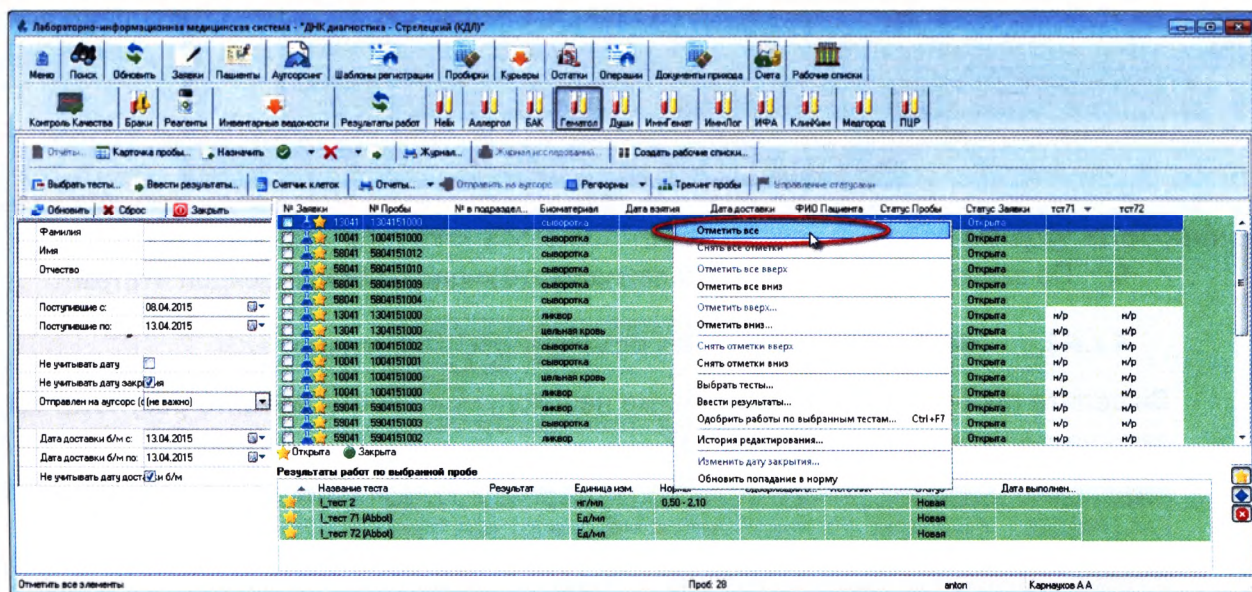

Рисунок 5.19
2. Чтобы выбрать сразу все пробы из рабочего журнала, используйте контекстное меню. Для этого щелкните правой кнопкой мыши по любой записи в журнале и из появившегося списка выберите пункт **«Отметить все»** (Рисунок 5.19):